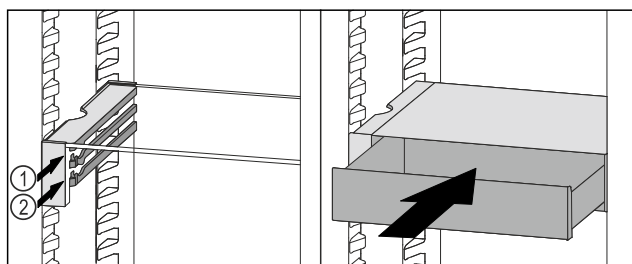

Fig. 182
- ▶ Установите выдвижной ящик VarioSafe за стопоры на требуемый выступ *Fig. 182 (1)* или *Fig. 182 (2)*.